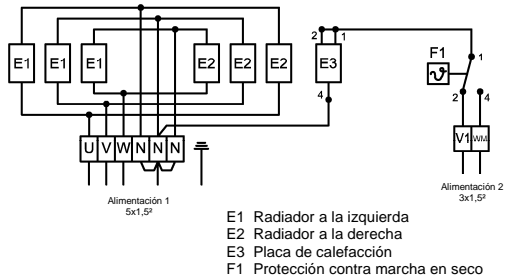

Fig.5
- Introducir el cable de conexión a través de las descargas de tracción y conectar según esquema de conexiones (ver Fig.5).